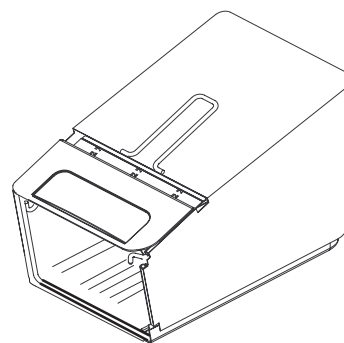

Figure 6
2. Placez bien les côtés du bac à l'intérieur du cadre, comme illustré à la Figure 6.